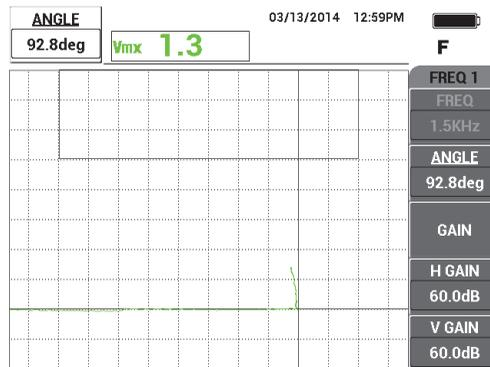

Figura 5-94 Regolazione dell'angolo di lift-off in orizzontale
8. Premere il tasto ANGLE () regolare l'angolo di lift-off in modo che sia orizzontale (vedere Figura 5-94 a pagina 206).